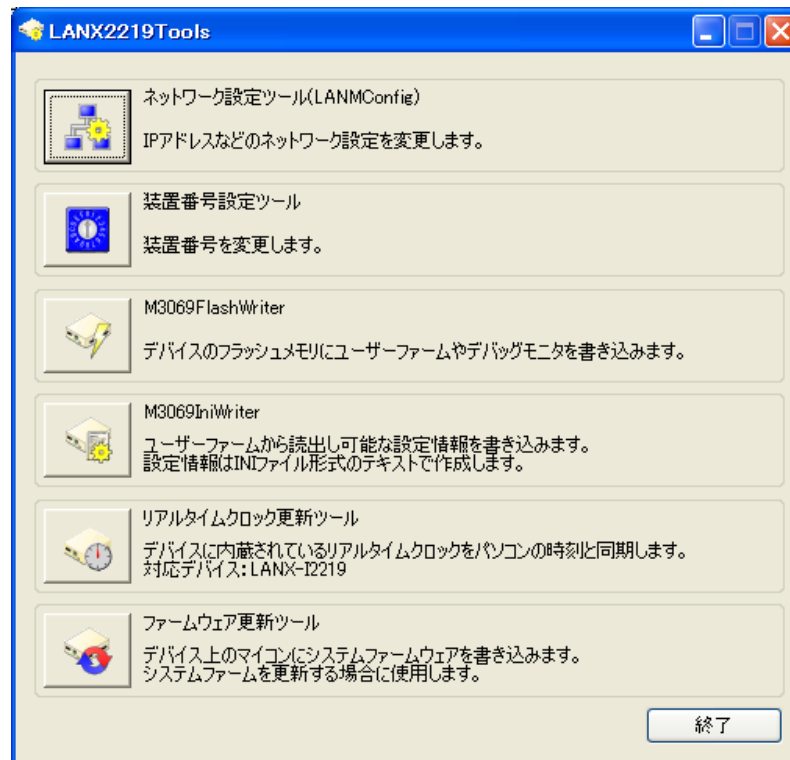
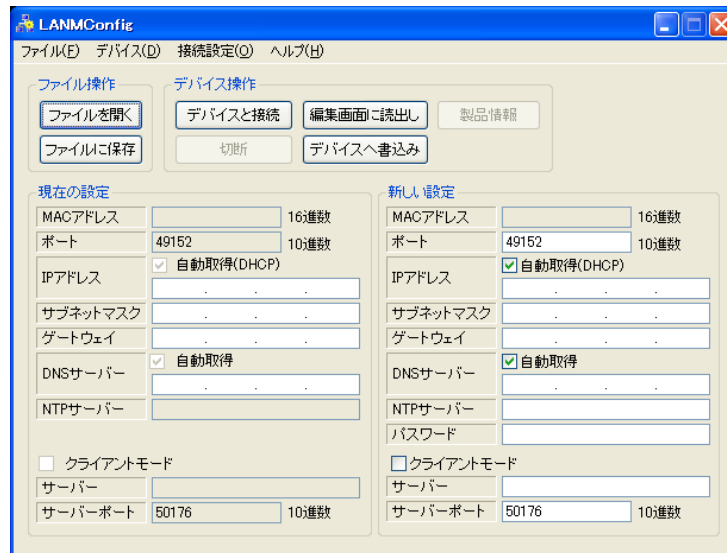
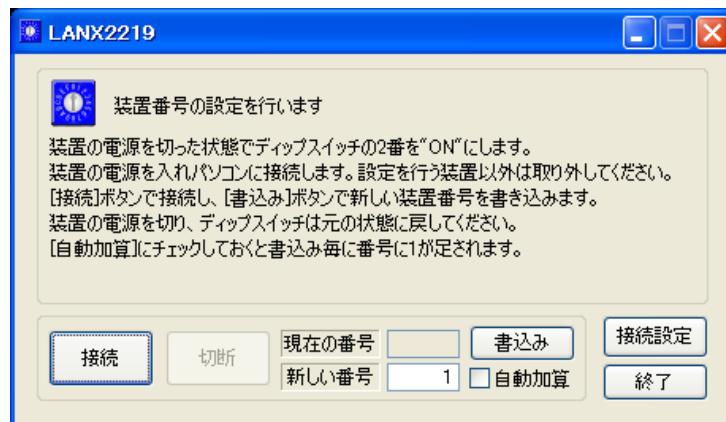
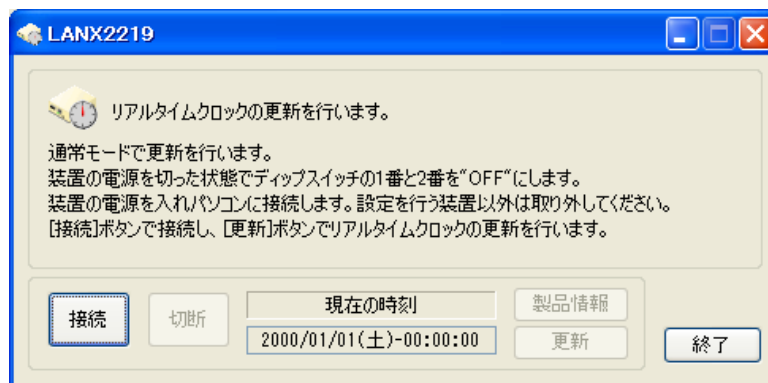

図 19 設定ツールのメニュー画面
図 22 ネットワーク設定ツール「LANMConfig」の画面
図 23 番号設定ツールの画面
図 24 リアルタイムクロック更新ツールの画面
製品は使用開始前にネットワーク設定を適切に行う必要があります。図 22 はネットワーク設定に使用する設定ツール「LANMConfig」の画面、表 26 は設定項目です。
2. 設定ツールのメニュー画面(図 19)から[ネットワーク設定ツール(LANMConfig)]ボタンを押します。図 22 の画面が表示されます。
2. 設定ツールのメニュー画面(図 19)から[装置番号設定ツール]ボタンを押します。図 23 のような画面が表示されます。
2. 更新ツールのメニュー画面(図 19)から[リアルタイムクロック更新ツール]ボタンを押します。図 24 のような画面が表示されます。